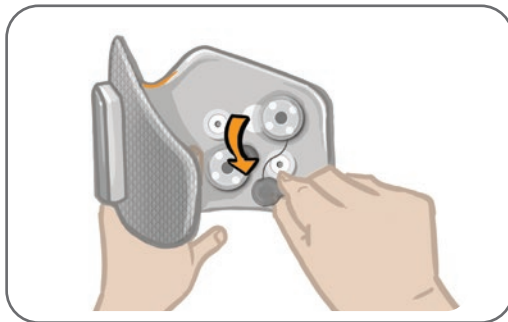

Figura 8-8: Rimozione delle basi per elettrodi usate
3. Scollegare gli agganci delle basi per elettrodi dai fori di connessione (Figura 8-8).
4. Rimuovere le basi per elettrodi usate dal gambale (Figura 8-8).